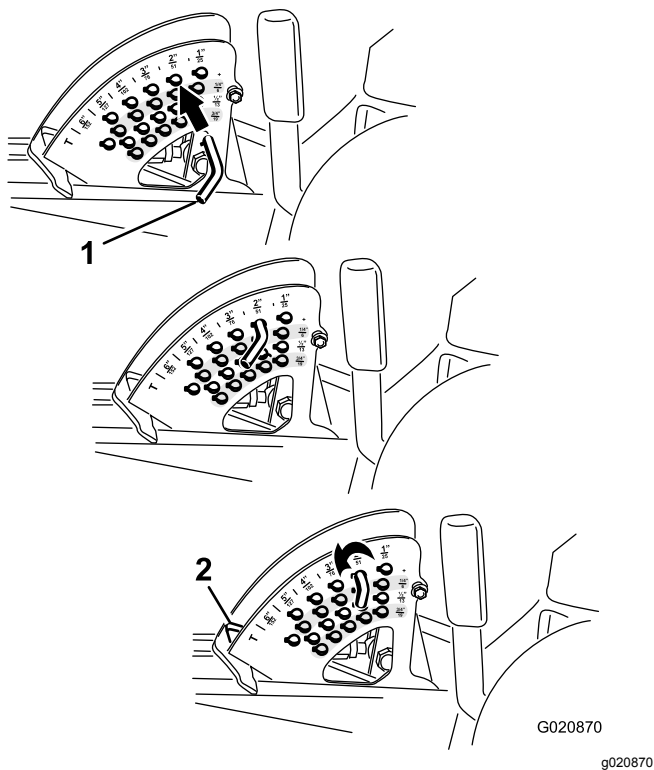

Figure 24
2. Tournez la goupille de butée jusqu'à ce que la goupille cylindrique située à l'intérieur soit en face des trous du support de hauteur de coupe et retirez-la (Figure 24).
3. Placez la goupille dans le trou du support correspondant à la hauteur de coupe voulue et tournez-la pour la verrouiller en place (Figure 24).
Remarque: Il y a 4 rangées de trous (Figure 24). La première rangée donne la hauteur de coupe indiquée au-dessus de la goupille. La deuxième rangée donne la hauteur indiquée plus 6 mm. La troisième rangée donne la hauteur indiquée plus 12 mm. La dernière rangée donne la hauteur indiquée plus 18 mm. Un seul trou, situé dans la deuxième rangée, correspond à la hauteur 15,8 cm. Il n'ajoute pas 6 mm à la hauteur de 15,8 cm.